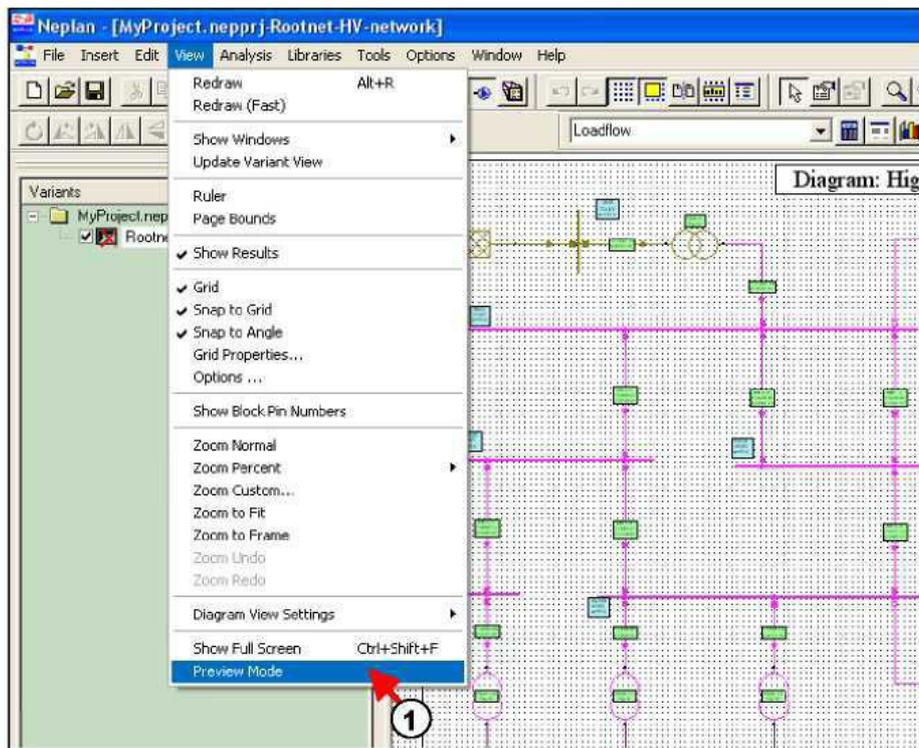

Рисунок 4.6 – Активація режиму попереднього перегляду (*Preview Mode*)
**Друк схеми.** Для забезпечення можливості друку схеми в необхідному вигляді, потрібно активувати режим попереднього перегляду з панелі меню *View: View/Preview Mode* (цифра 1, рис. 4.6).